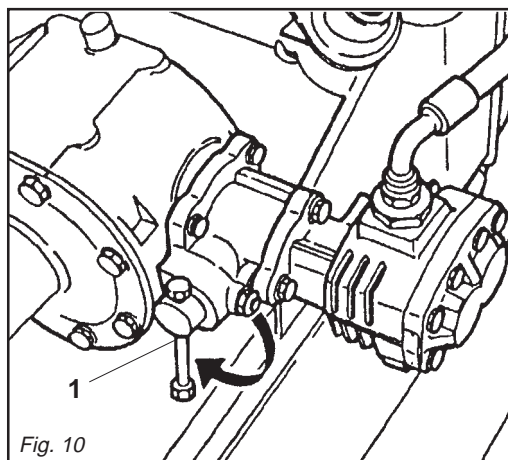

Fig. 10
Dopo aver eseguito gli opportuni e corretti collegamenti dei tubi flessibili, attivare il circuito idraulico ruotando la leva (1 Fig. 10) di 180 gradi, posta sulla pompa idraulica, portandola nella posizione come in Figura 10.
*After having connected the hose pipes, activate the hydraulic circuit by turning the lever on the hydraulic pump (1 Fig. 10) through 180 degrees, setting it to the position indicated in Fig. 10.*
Nachdem man die Schläuche korrekt angeschlossen hat, den hydraulischen Kreislauf aktivieren, indem man den Schalthebel (1 Abb. 10), der sich auf der hydraulischen Pumpe befindet, um 180 Grad dreht, bis er in der Stellung steht, die in Abb. 10 gezeigt ist. Für die Verwendung der Hackfräse ohne die Funktion Pflanzrillenzieher sollte der hydraulische Kreislauf ausgeschaltet werden.
*Après avoir raccordé correctement tous les tuyaux flexibles, activez le circuit hydraulique en tournant de 180 degrés le levier (1 Fig. 10) qui se trouve sur la pompe hydraulique jusqu'à le placer dans la position illustrée sur la Fig. 10.*
Luego de realizar las conexiones necesarias de los tubos flexibles, activar el circuito hidráulico girando la palanca presente en la boma hidráulica (1 Fig. 10) de 180 grados, llevandola en la posición indicada en la Fig. 10.